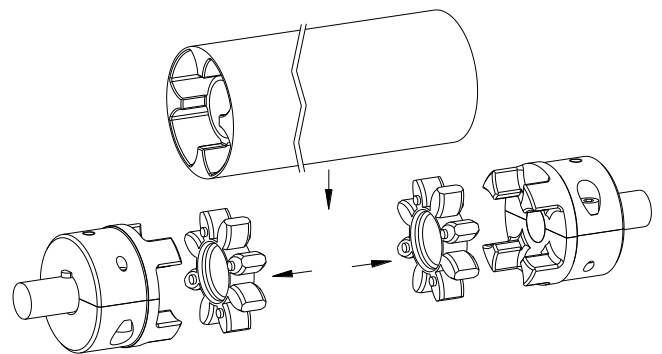

Bild 5: Montage der Zahnkränze und des ZRS-Zwischenrohrs
- Setzen Sie die Zahnkränze (Bauteil 2) in die Nockenpartie der An- und Abtriebsseite ein (siehe Bild 5).
- Setzen Sie das ZRS-Zwischenrohr (Bauteil 3) zwischen die SPLIT-Naben der An- und Abtriebsseite (siehe Bild 5).